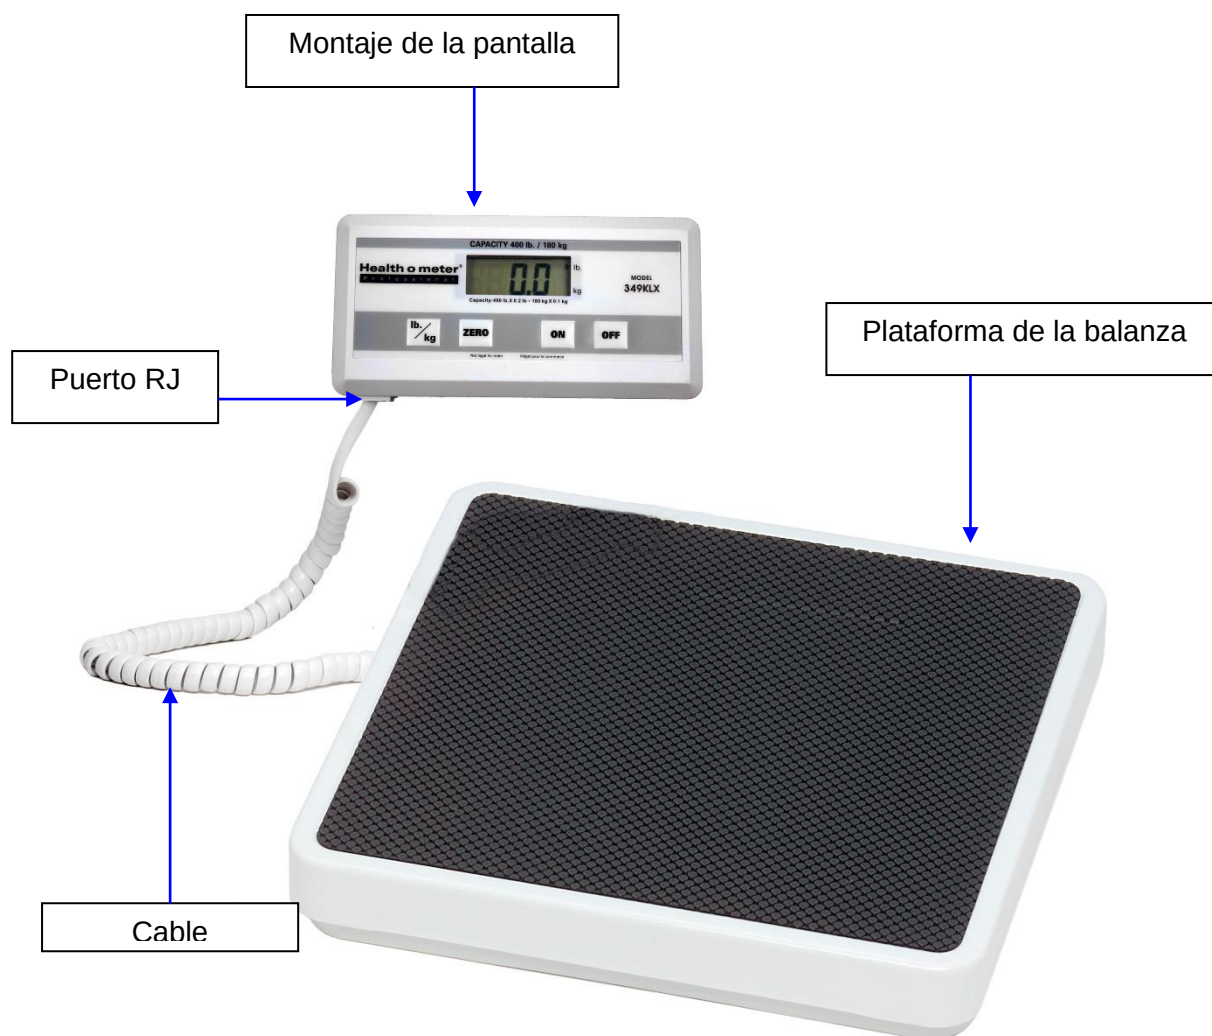

Figura 3
1. Con cuidado retire de la caja la plataforma y el montaje de la pantalla y colóquelos sobre una superficie plana, nivelada y seca (ver la figura 3 en la página 9).